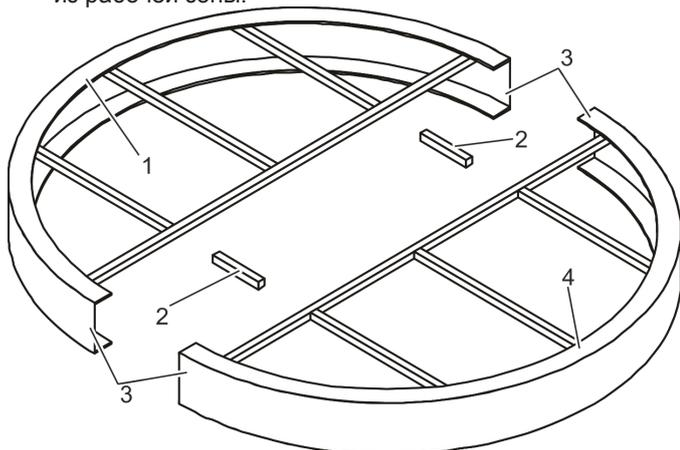
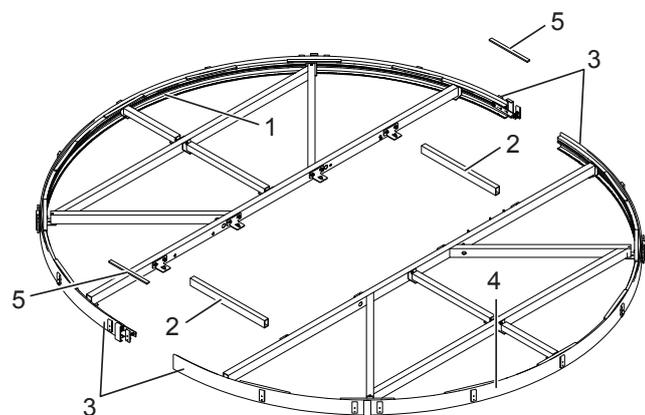

Рис. 40 Конструкция потолка (пример)
Рис. 41 Конструкция потолка с высотой канопе 100 мм и приводом KT FLEX Direct
22. Соединить половины потолка (рис. 40/1 + 4 и рис. 41/1 + 4) с помощью 2 кронштейнов (рис. 40/2 и рис. 41/2) в центре.
23. Выровнять обе соединительные скобы в первой половине потолка на концах (рис. 40/3 и рис. 41/3) обеих половин потолка.
24. Закрепить прокладки (рис. 41/5) после соединения половин потолка (с помощью набора 9501900275800). Использовать подходящее клеящее вещество для конструкции.